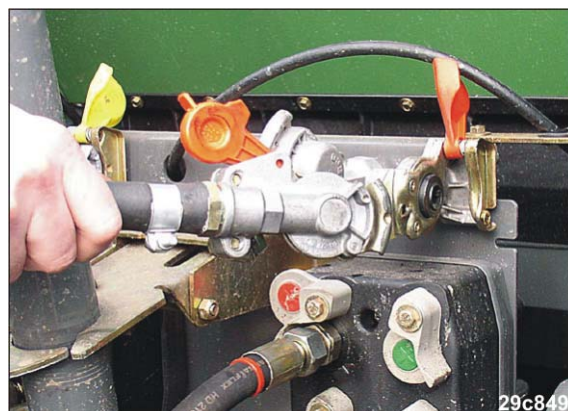

Fig. 130
3. Lösen Sie den Kupplungskopf (Fig. 130) der Vorratsleitung (rot).